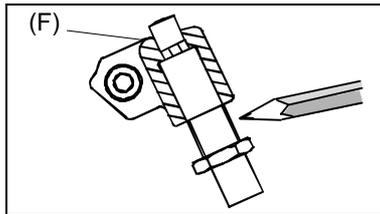

Bild 60/Fig. 60
Der Anschlaghebel schlägt folglich auf den Festanschlag (F) (siehe Bild 60).
The stoplever then hits the hard stop (F) (see Fig. 60).